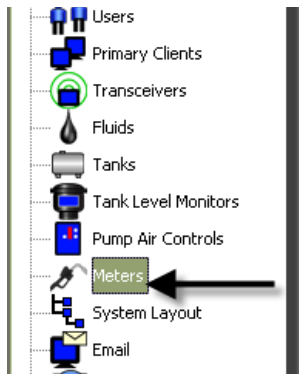

FIG. 118
1. Para mostrar la pantalla principal de configuración de los medidores, seleccione **Medidores** de la lista del Panel del sistema Matrix (FIG. 118).